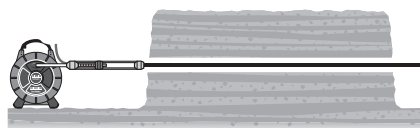

Figure 11 – Raccordement du flexible d'air comprimé au système d'inspection CROSSCHEK
5. Raccordez le flexible d'air comprimé à l'adaptateur en bout du cône du système d'inspection CROSSCHEK (Figure 11). Le flexible doit être équipé d'un raccord tournant pour ne pas vriller le matériel. Ne jamais vriller le CROSSCHEK ou le câble d'avancement durant le raccordement du flexible d'air comprimé.